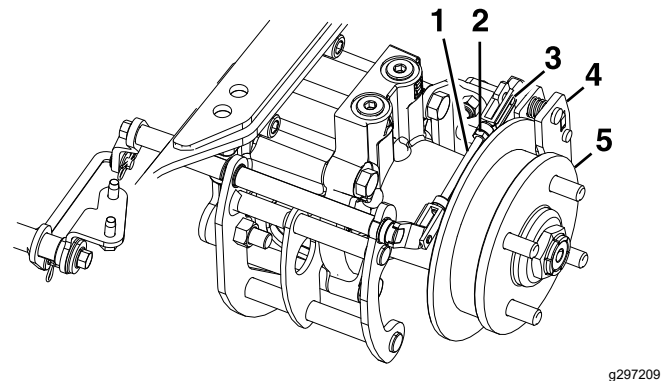

Figura 96
8. Remova o pino de segurança de mola da ligação traseira e pinça (Figura 96).
12. Aperte a porca de retenção da ligação traseira (Figura 96).